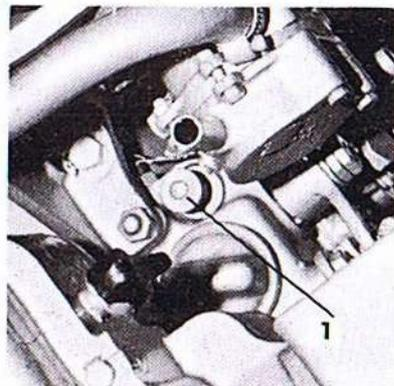

fig 2
- Tirer vers le haut le bouton de surcharge 1 fig 2